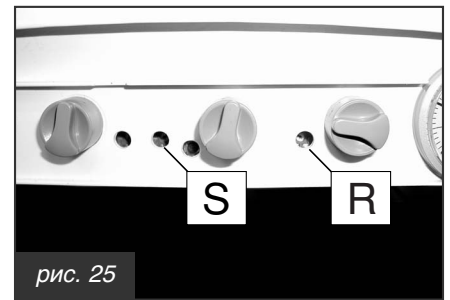

рис. 25
- установить регулятор тепловой мощности **R** (см. рис. 25) в **МАКСИМАЛЬНОЕ ПОЛОЖЕНИЕ**, вращая потенциометр **ПО ЧАСОВОЙ СТРЕЛКЕ**;
- повернуть триммер **P ACC** (**S** на рис. 25) в промежуточное положение и, после окончания режима тестирования, проверить, что включение горелки происходит корректно и бесшумно: в противном случае, повысить или понизить мощность включения, действуя на триммер